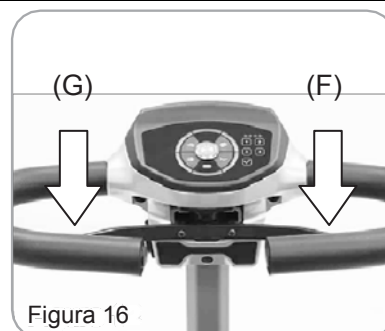

Figura 16
- Tire del acelerador derecho (F) para mover el scooter hacia adelante. Tire del acelerador izquierdo (G) para mover el scooter hacia atrás. Esta función se puede invertir si es requerido por un proveedor local. (Figura 16)